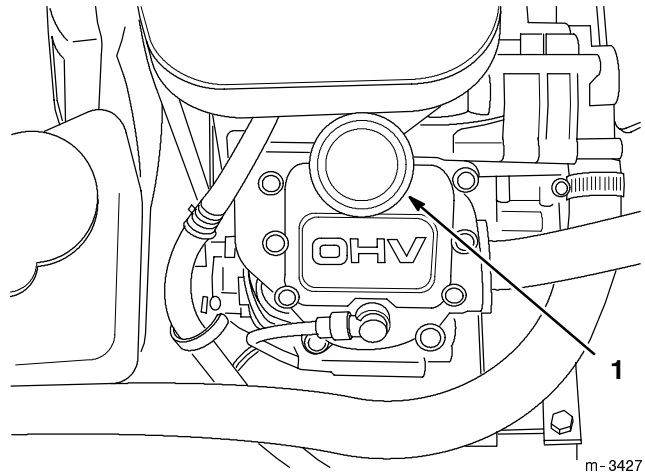

Abbildung 28
6. Die Öleinfüllkappe (Abb. 28) abnehmen und den Motor mit einem hochwertigen Motoröl der Kategorie API Service SG oder SH auffüllen (siehe Viskositäts-Diagramm).
7. Langsam ca. 80 % der angegebenen Ölmenge in das Öleinfüllrohr gießen (Abb. 28). Dann den Ölstand kontrollieren. Siehe "Kontrolle des Motorölstands", Seite 14. Langsam Öl nachgießen, um den Ölstand bis zur FULL-Marke am Peilstab zu bringen.